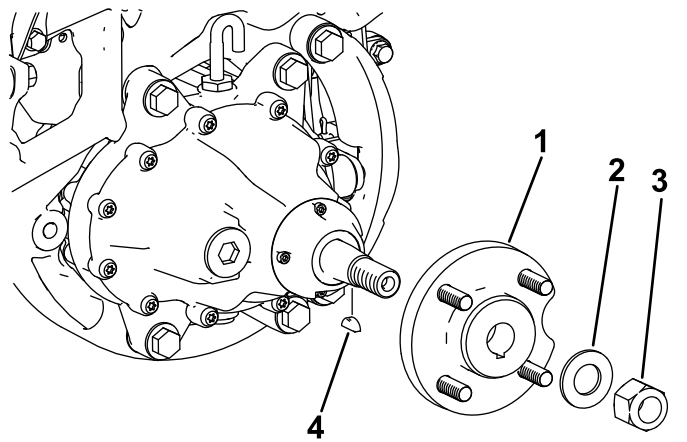

図 2
3. ホイールハブのロックナットとワッシャを外して、ホイールハブを取り外す 図 2。
4. 半月キーを抜き取る 図 2。